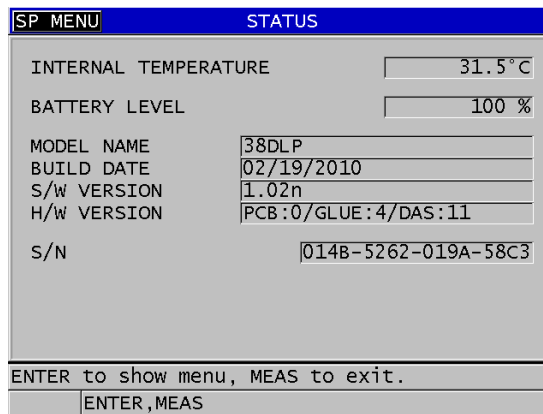

Abbildung 15-5 Fenster STATUS (Beispiel)
2. Wählen Sie auf dem Menü **STATUS** aus (siehe Abbildung 15-5 auf Seite 309).